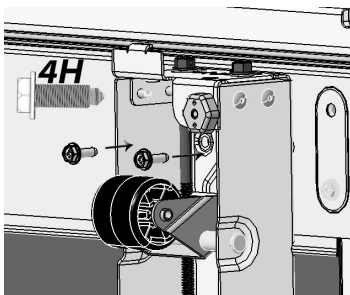

Fig. 5
- c. Con los pernos 4H del paso 1, ajuste la parte frontal del conjunto nivelador al refrigerador/congelador con un llave para tuercas de $\frac{5}{16}$ " (Fig. 5).